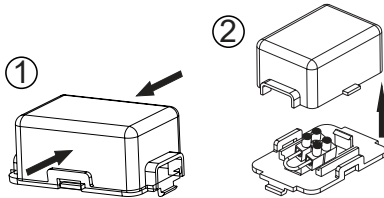

Abb. 3.2: Anschluss Fensterkippschalter
In der Motorbox ist in einer kleinen schwarzen Box (⇨ Abb. 3 ⑤) eine Lusterklemme mit eingesetzter Kabelbrücke installiert (⇨ Abb. 3.2). Öffnen Sie die Box indem Sie den Deckel an den langen Seiten zusammendrücken ① und abnehmen ②.